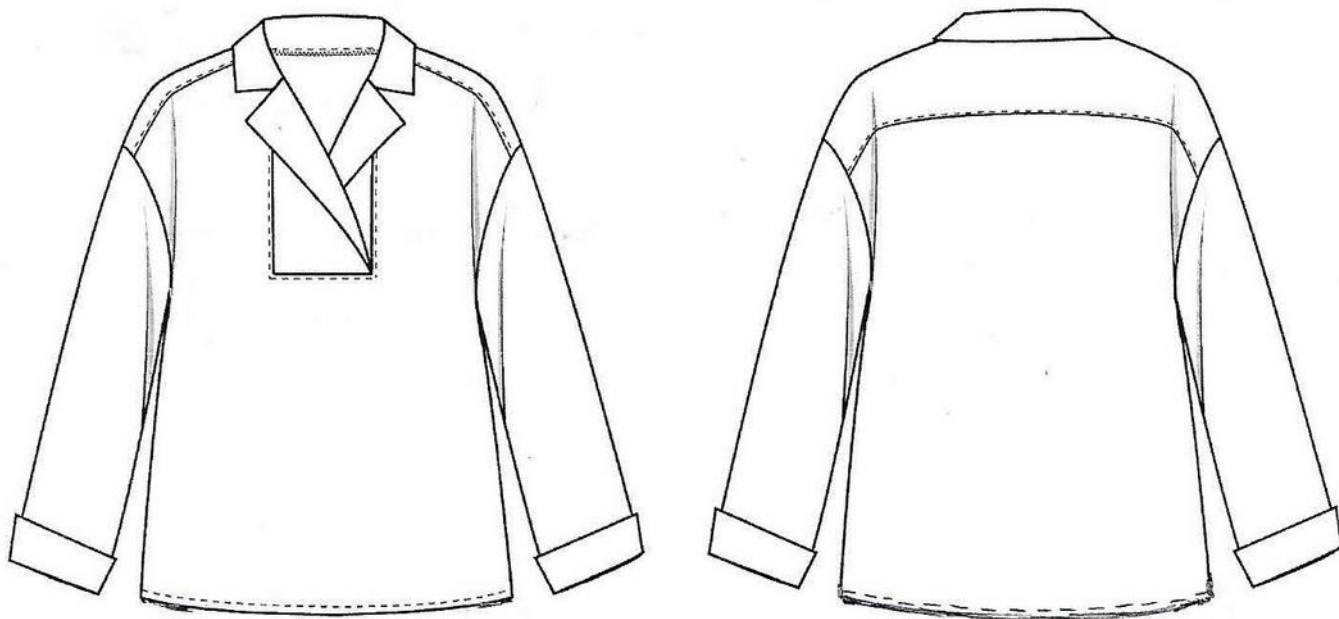

Рисунок 2 – Технический рисунок женской блузы.
#### **Технологическая последовательность изготовления женской блузы (рисунок 2).**
**Спецификация основных и прокладочных деталей кроя женской блузы (рисунок 2).**